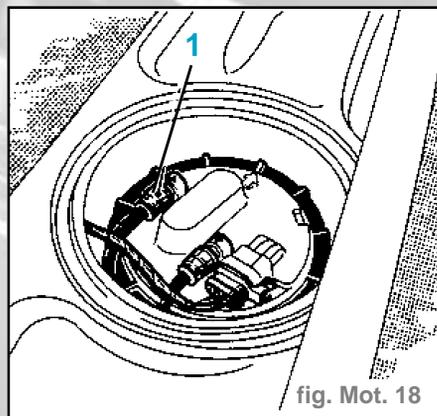

fig. Mot. 18
- Débrancher la canalisation de retour à carburant (1) (fig. Mot. 18) à l'aide de l'outil **MOT. 1265**.